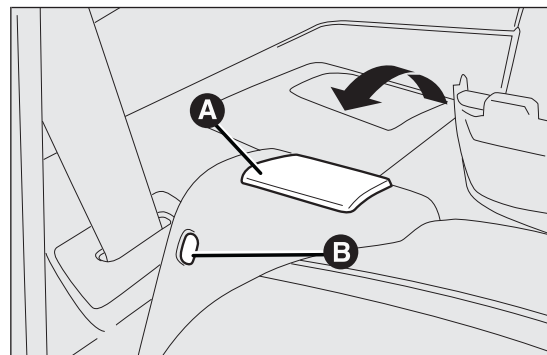

fig. 73
- ☐ *para versiones con asiento doble partido*: levantar la palanca A fig. 73 de retención del respaldo y abatirlo hacia adelante, para obtener un compartimento de carga uniforme. El levantamiento de la palanca se confirma con una "banda roja" B fig. 73;